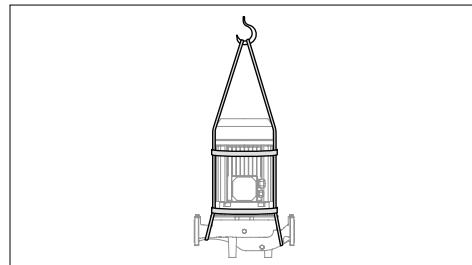

FIG.1: Elevação de bombas 3E com a ajuda de corda
ATENÇÃO! PARA ELEVAR OU MOVER A BOMBA MOTORIZADA, UTILIZAR UMA CORDE SUFICIENTEMENTE FORTE PARA SUPORTAR O SEU PESO, TENDO O CUIDADO DE NÃO INCLINAR DEMASIADO A BOMBA (FIG. 1);
- Remover o parafuso entre a caixa da bomba e o suporte do motor e simplesmente remover axialmente o motor. Utilizar qualquer guincho adequado ao levantar/mover a bomba. (FIG 1)